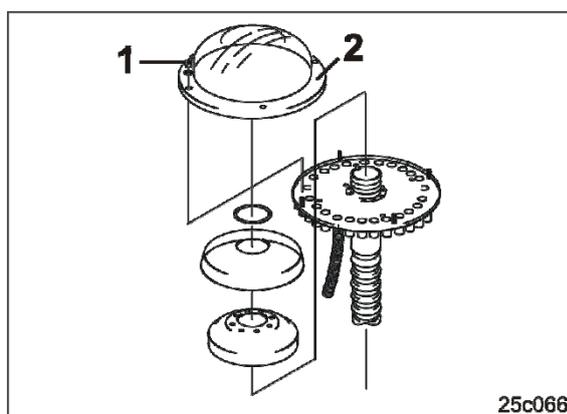

Fig. 189
7. Soltar las tuercas de mariposa (Fig. 189/1) y retirar la tapa de plástico transparente (Fig. 189/2) del cabezal distribuidor.
9. Montar la tapa de plástico (Fig. 189/2).
10. Fijar la tapa de plástico con las tuercas de mariposa (Fig. 189/1).